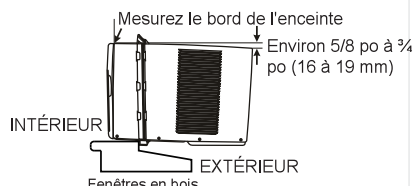

Fig. 5
A. Tenez le climatiseur fermement, posez l'appareil soigneusement dans l'ouverture de la fenêtre afin que le bas du climatiseur repose sur le seuil de la fenêtre. (fig. 5). Fermez soigneusement la fenêtre derrière le rail supérieur de l'appareil.